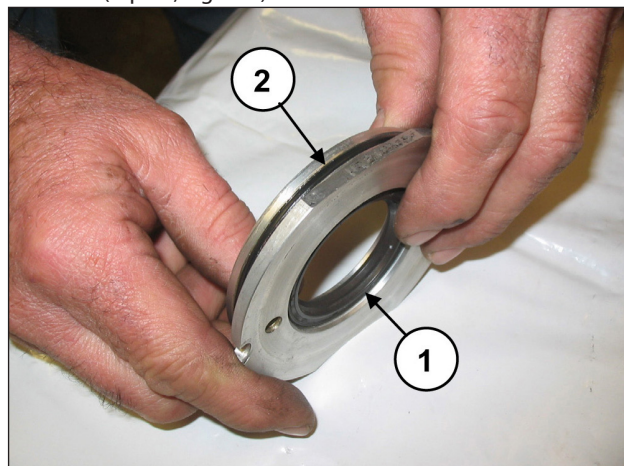

Fig. 141
Remplacer le joint Spi (rep. ①, Fig. 141) et le joint torique extérieur (rep. ②, Fig. 141).